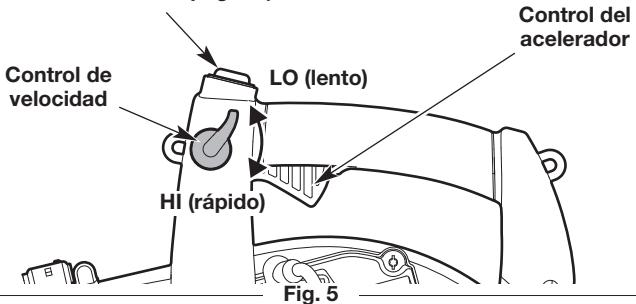

Fig. 5
NOTA: No es necesario encender la unidad. El interruptor de encendido/apagado está en la posición **Encendido (I)** en todo momento (Fig. 5).
2. Mueva el control de crucero a la posición **LO (lento)** (Fig. 5).
NOTA: Mantenga el control de crucero en posición **LO (lento)** y NO presione el control del acelerador (Fig. 5) hasta el paso 7.
7. Apriete y mantenga oprimido el control del acelerador o mueva el control de crucero a la posición **HI (rápido)** (Fig. 5).
2. Oprima y mantenga apretado el interruptor de encendido/apagado en la posición **Apagado (O)** hasta que el motor se pare por completo (Fig. 5).
NOTA: No hay necesidad de encender la unidad. El interruptor de Encendido/Apagado debe estar en la posición **Encendido (I)** en todo momento (Fig. 5).
NOTA: Mantenga el control de crucero en posición **LO (lento)** y NO presione el control del acelerador (Fig. 5) hasta el paso 9.
9. Apriete y mantenga oprimido el control del acelerador o mueva el control de crucero a la posición **HI (rápido)** (Fig. 5).
2. Oprima y no suelte el interruptor de control de encendido/apagado en la posición **Apagado (O)** hasta que el motor se detenga por completo (Fig. 5).
- Use el control de velocidad para facilitar la operación continua (Fig. 5).